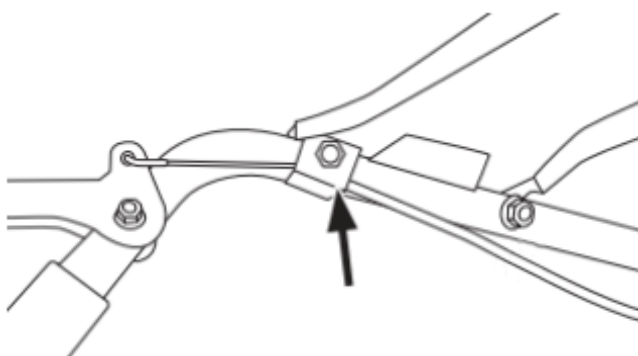

Рисунок 3
(2) Закрепите болтами держатель троса на рукоятке панели элементов управления (рис.3).